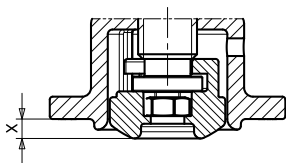
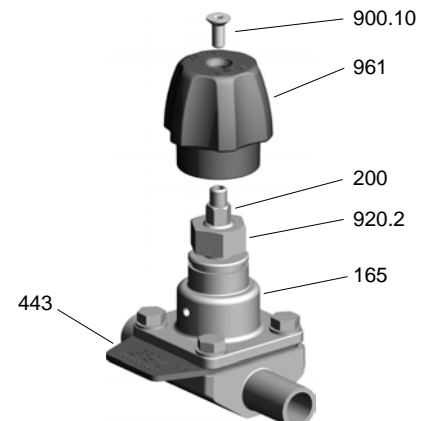

Figura 3: SISTO-C MD30
Figura 4: SISTO-C HV.510/.520
Este limitador de elevación viene ajustado de fábrica en posición de cierre con la proyección X (ver la figura 4) de la pieza de presión [553] enfrente de la cubierta [165] (ver la figura 3). Este ajuste garantiza la función obturadora en posición de cierre y proporciona al mismo tiempo protección contra sobrecarga de la membrana [443].
5. El volante manual [961] se fija en el vástago [200] tras atornillar el tornillo [900.10] (ver la figura 4).